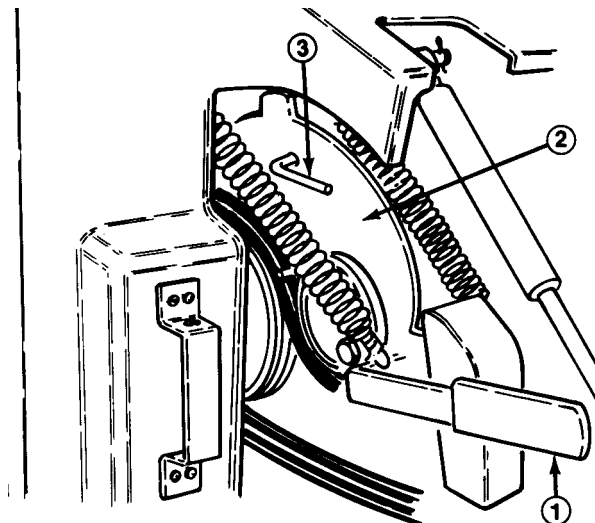

Fig. 17
- C. Premere la leva di esclusione (Fig. 17) fin quando i fori nella staffa della leva e nella testa di carotaggio non sono allineati, quindi inserire la spina nei fori.
2. Premere la leva di esclusione fin quando i fori nella staffa della leva e nella testa di carotaggio sono allineati, quindi inserire la spina nei fori (Fig. 17).